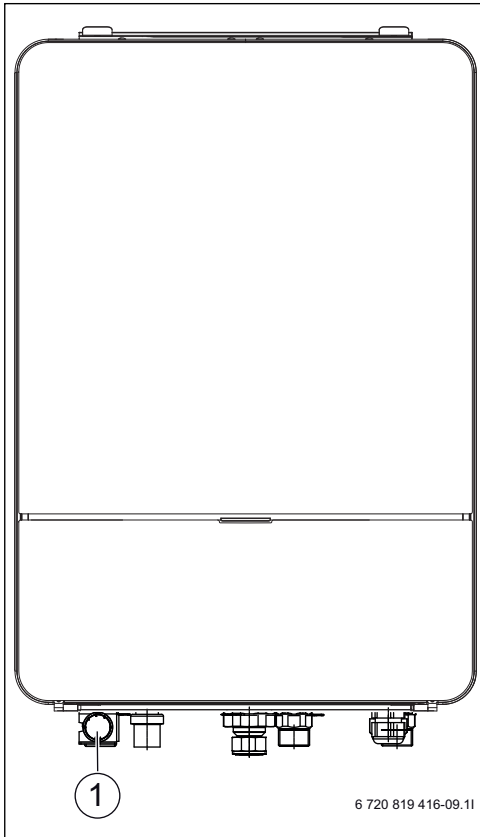

Bild 6 AWE
- ▶ Kontrollera trycket på manometern (→ Bild 6 eller 7).